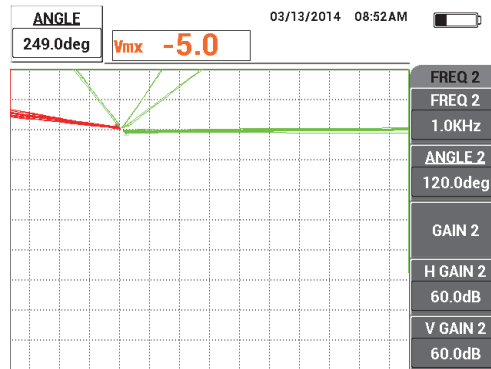

Abbildung 5-100 Einstellen des Liftoff-Signalwinkels von FREQ 1
4. Heben Sie die Sonde in die Luft und tippen Sie die Sonde leicht an Position 1 auf dem Justierkörper. Beim Tippen der Sonde auf den Justierkörper drücken Sie die Direktzugriffstaste ANGLE () und passen Sie **WINKEL** (für Frequenz 1) an bis das Liftoff-Signal zur rechten Seite des Bildschirms ausgerichtet ist (grünes Signal in Abbildung 5-100 auf Seite 214).